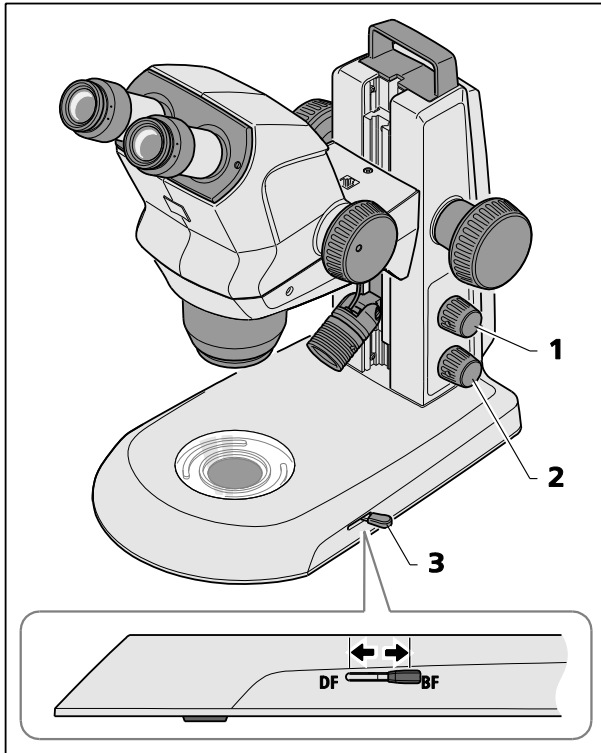

Abb. 19 Durchlichtmodul im Stativ K EDU
- Die Durchlichtbeleuchtung durch Drücken des unteren Knopfs (Abb. 19/2) einschalten.
- Mit dem Hebel (Abb. 19/3) zwischen Hellfeld- und Dunkelfeldbeleuchtung umschalten.
- Vordere Position: Dunkelfeld (DF)
- Hintere Position: Hellfeld (HF)
Den oberen Knopf (Abb. 19/1) drücken, um die Auflichtbeleuchtung einzuschalten (siehe Abschnitt 4.2 auf Seite 25).